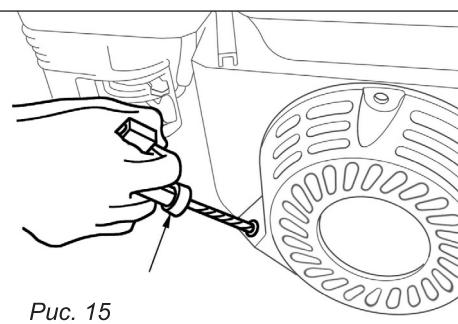

Рис. 15
6. Возьмитесь за ручку стартера и медленно потяните до появления ощущимого сопротивления, затем потяните ручку стартера резким рывком (рис. 15).